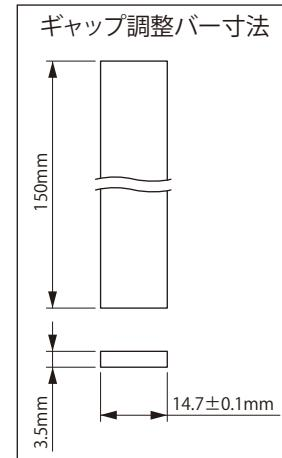

図 8-41
- (3) アウターディスク⑭とセンターリング①の間から、ギャップ調整バー（お客様で角板をご準備ください。図 8-41 参照）をギャップ調整ネジ②の溝に差し込んでください。